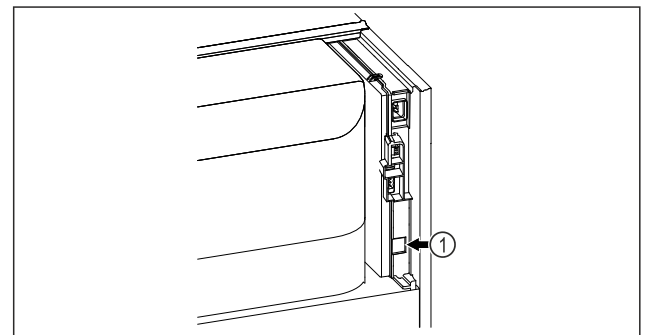

Fig. 139
- SmartModule Fig. 139 \(1\) er satt inn.